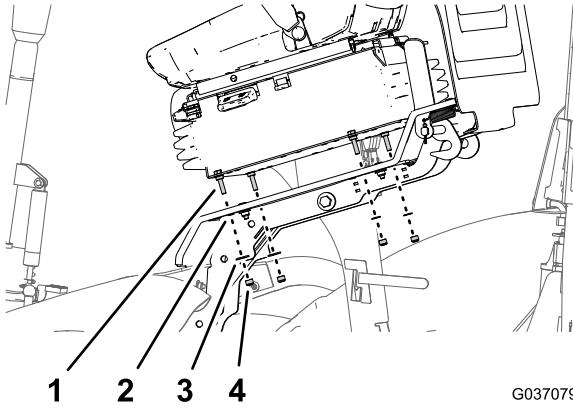

Bild 10
- 7. Setzen Sie die zwei Sicherungsmuttern (8 mm) und zwei Scheiben (8 mm x 17 mm) an den anderen zwei Kopfschrauben mit der Hand ein (Bild 10).
- 4. Fluchten Sie die vier Kopfschrauben (8 mm x 25 mm) des neuen Sitzes mit den Löchern in der Bedienerplattform aus (Bild 10).